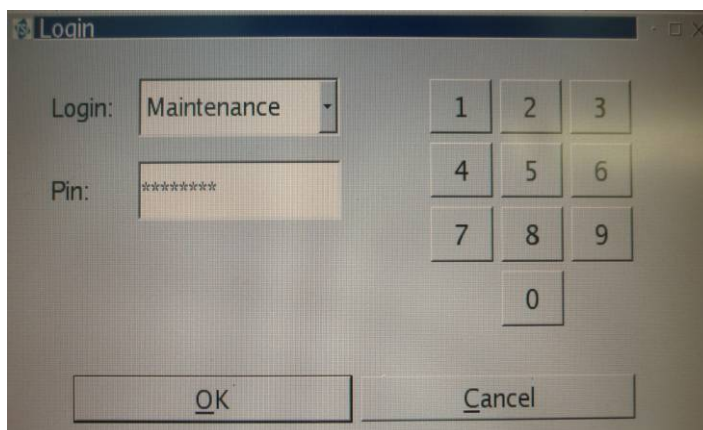

Figure 1 : Menu « Login »
- 1- Aller dans le menu « LOGIN », sélectionner le login « Maintenance » et taper le code de maintenance : 78952 (Figure1).